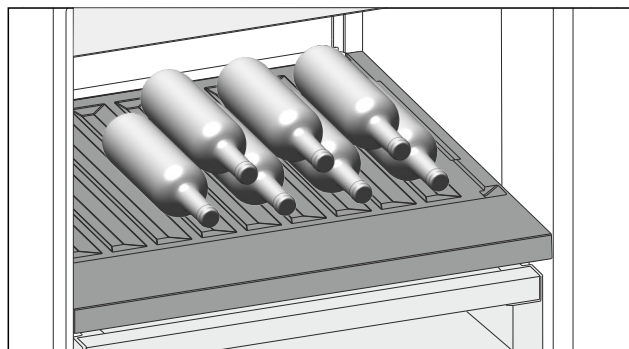

Fig. 92
- Lägg in flaskorna med botten bakåt mot bakväggen. (se Fig. 92)